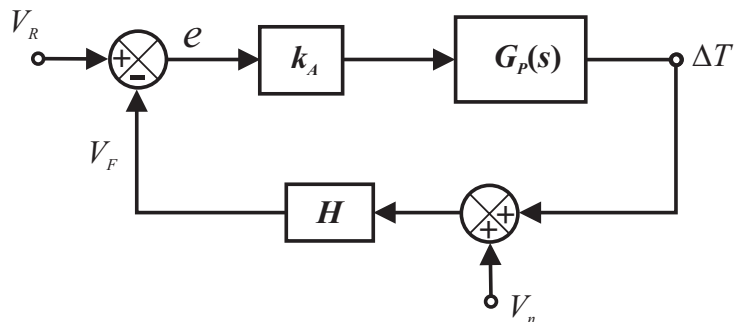

Figura 1: Lazo de control de temperatura.
Considere el lazo de control de temperatura de la figura 1, donde  $G_P(s)$  es la transferencia de la planta. El sistema de medición de temperatura consta de dos (2) RTD's en un circuito puente como se muestra en la figura 2.